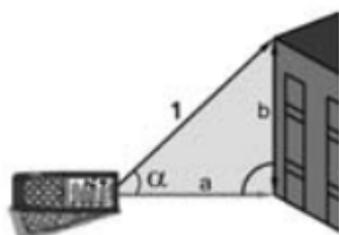

Fig. 12: Misura distanza con calcolo trigonometrico
3. Posizionare lo strumento nel punto (1) corrispondente al valore dell'angolo " α " (variabile da $\pm 65^\circ$ con inclinazione trasversale non superiore a $\pm 10^\circ$) desiderato della misura mostrato nel primo display e premere il tasto  o il tasto laterale **MEAS** (vedere Fig. 12)
4. Il valore della distanza "1" è mostrato nel display risultante. Il valore della distanza "a" è mostrato nel terzo display calcolato come: $a = (1) * \cos\alpha$. Il valore della distanza "b" è mostrato nel secondo display calcolato come: $b = (1) * \sin\alpha$ (vedere Fig. 12)